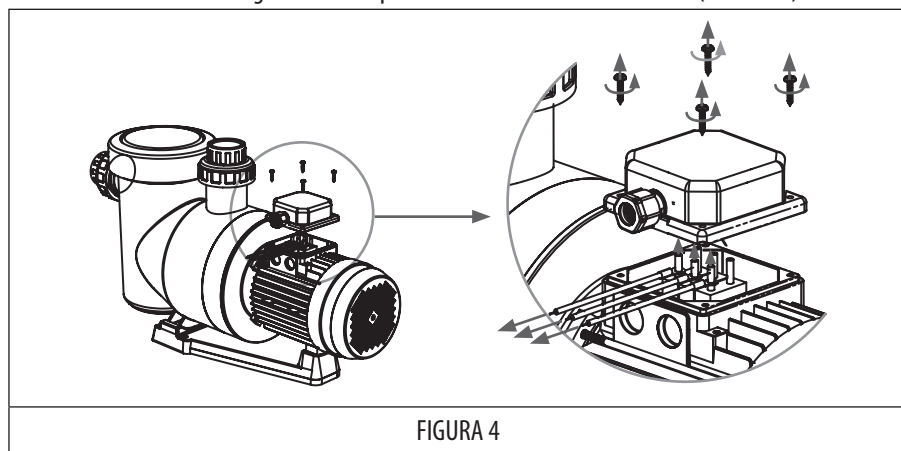

FIGURA 4
1. Svitare le viti per aprire il contenitore dei collegamenti. (FIGURA 4)
2. Sconnettere e togliere i cavi di prova di fabbrica della morsetteria. (FIGURA 4)